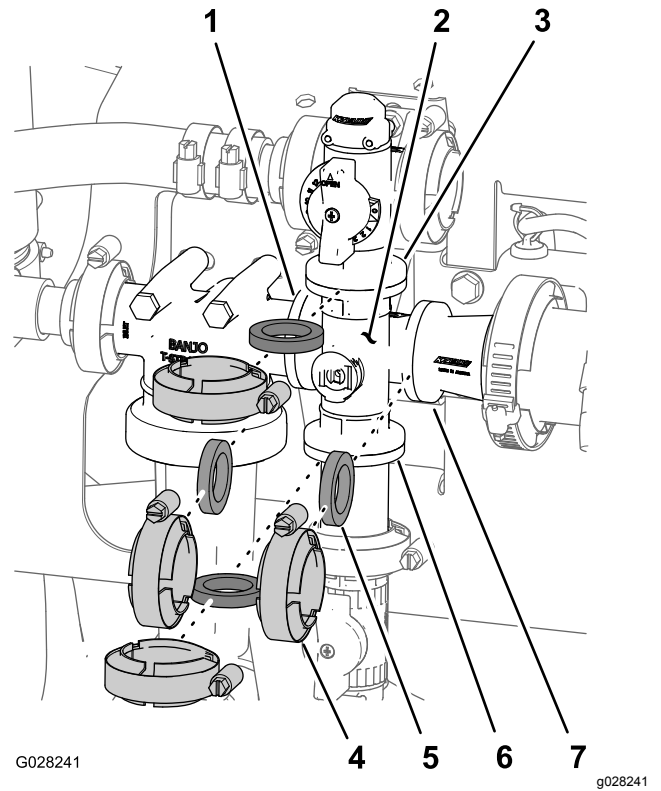

图78
- 1. 取下将搅拌阀歧管图78固定至搅拌旁通阀、压力式滤清器头、异径管连接头和安装座接头搅拌节流阀的夹具和垫片。